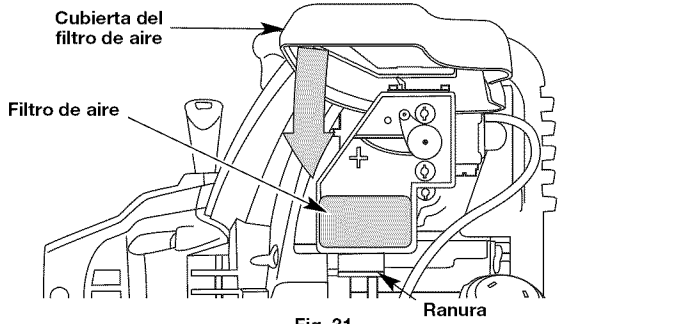

Fig. 31
8. Gire la tapa hacia abajo hasta que la lengüeta de la placa posterior del filtro de aire se enganche en la ranura de la tapa del filtro de aire (Fig. 31).